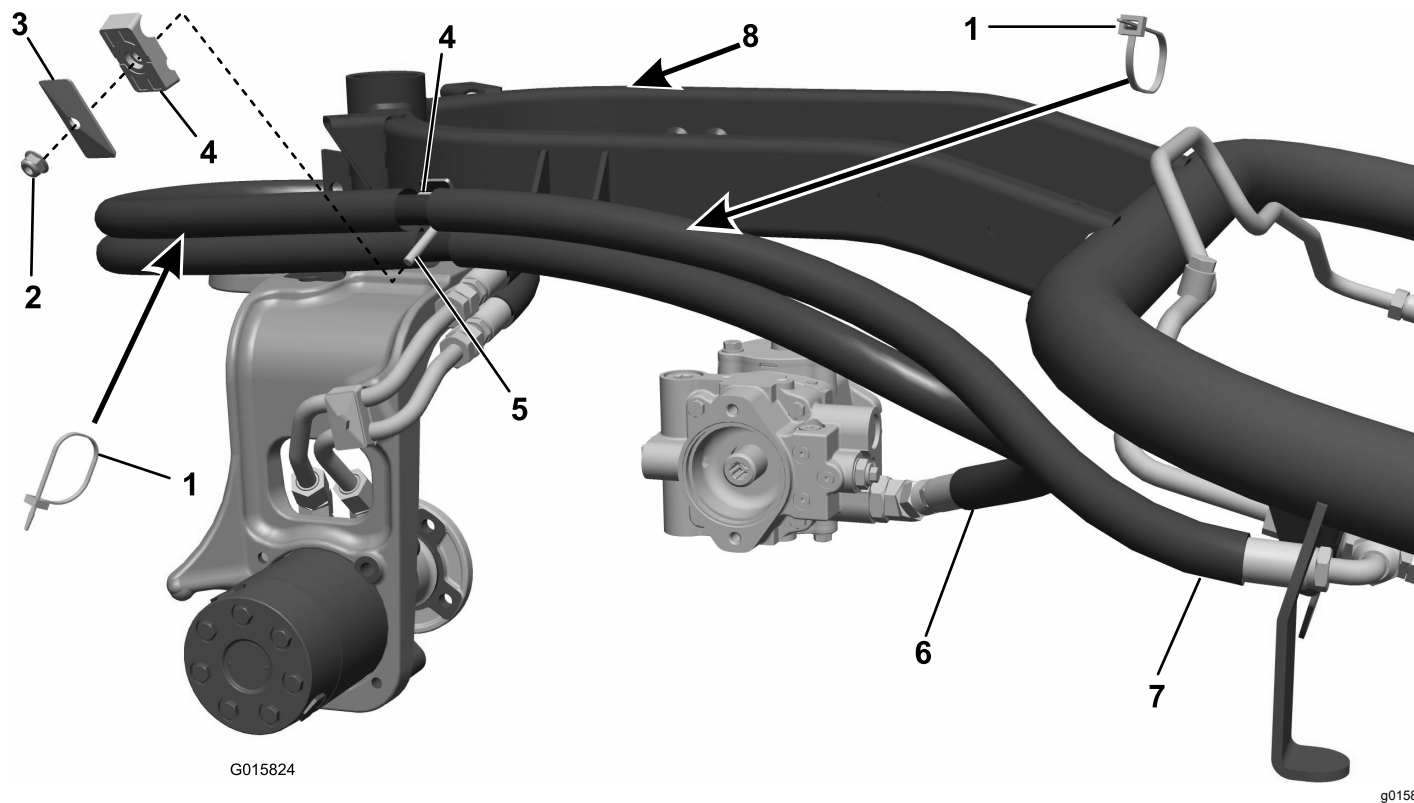

Figura 9
- Pase la manguera que tiene un acoplamiento recto en cada extremo a través de la guía de la horquilla y conéctela al tubo de acero inferior. Conecte el otro extremo al acoplamiento inferior de la bomba hidráulica (Figura 8 o Figura 9).
- Instale la otra manguera a través de la guía de las mangueras y conéctela al tubo de acero superior. Conecte el otro extremo al acoplamiento en T superior del motor de la rueda delantera (Figura 8 o Figura 9).
- Instale la abrazadera sobre las dos mangueras en la zona partida de la cubierta, y sujétela al soporte. (Figura 8 o Figura 9).
- Añada bridas a los conjuntos de manguera como se indica (Figura 8 o Figura 9). Apriete los extremos de las mangueras, los herrajes y las abrazaderas.